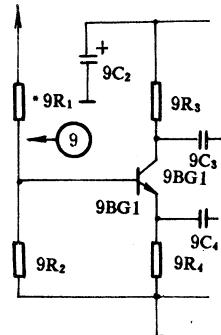
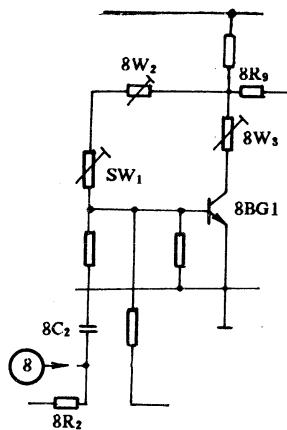
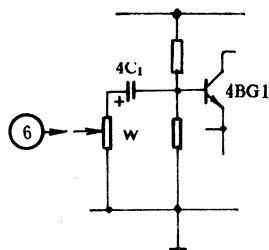

图 1 鉴相级
图 2 帧振荡
图 3 视放级
接下来确定并找到电视机的行、场同步脉冲及视频信号输入点。为了以后便于调节,从计算机视频卡上取出的行脉冲信号不直接作为电视机的行频激励电压而仍然作为行同步脉冲使用。这里确定图 1⑨处串一支  $0.01\mu$  的电容为行脉冲信号输入点,并断开电阻  $9R_1$ ;确定图 2⑧处串一支  $0.1\mu$  的电容为场同步脉冲输入点,并断开电阻  $8R_2$ ;确定图 3⑥为视频信号输入点,并断开接插件 CT-D,在  $4C_1$  的正极到地之间并连一支 10 千欧的微调电阻,其中心抽头串接一支电解电容后到亮度信号;断开电视机中高频头、通道及伴音等部分电源。三芯线连接无误后便可开机调节,打开电视机和计算机电源开关,出现字符信号后,这时可能行、场均不同步,首先调节行频,由于行振荡采用了分立元件,故调节范围较宽,调节线圈  $9L_1$  完全可以适应  $600 \times 400$  的单显模式和模拟彩显  $600 \times 200$  模式。接着调节场频,调整场微调电阻  $SW_1$  或更换电阻  $8R_9$  便可以使场频很稳定。最后调节加装的微调电阻  $W$  即可改变对比度强弱。现在改动部分调整完毕,需要注意的是显示幅度,因为电视机只显示图像的 95% 左右,而作为计算机显示器则要百分之百的显示,因此必需分别调节水平和垂直幅度到显示器的四个角的字符都全部可见为止,到此调节全部结束,在电视机上面贴上一张你喜爱的单色透明纸便大功告成。这样改装的单色显示器,无论显示 CC DOS 4.0 还是 CCBIOS 2.13 等汉字系统中的 11 行、16 行或 25 行汉字效果都非常好,运行 25 行的中文 FoxBASE 等软件非常漂亮,特别是显示如 PC Tools 及游戏等一类西文软件还有较好的灰度等级,完全可以满足一般家庭需要。